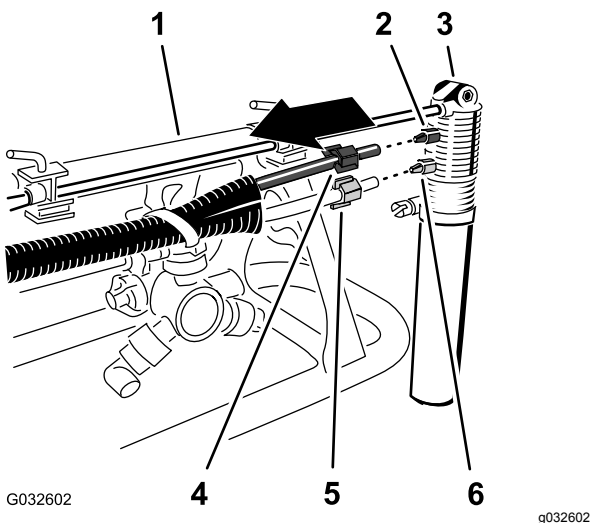

Figura 19
2. Nell'ugello del tracciatore schiumogeno, allentate il dado di compressione che fissa il tubo blu (acqua) al raccordo di compressione blu dell'ugello del tracciatore schiumogeno (Figura 19).
3. Allentate il dado di compressione che fissa il tubo trasparente (aria) al raccordo di compressione bianco dell'ugello del tracciafile schiumogeno (Figura 19).
5. Rimuovete i dadi di compressione alle estremità dei tubi (Figura 19).